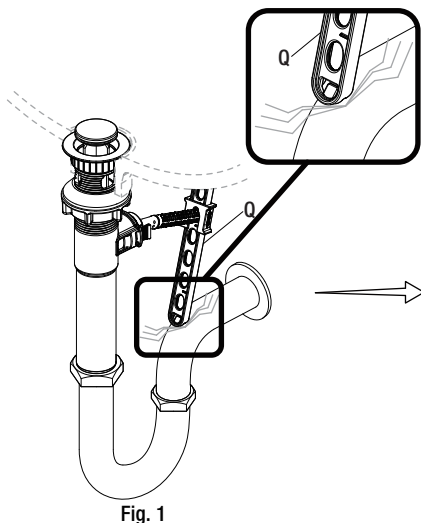

Fig. 1
- Si la sangle de la tige de levage de l'évacuation mécanique (Q) gêne votre installation, comme illustré sur la Fig. 1, la sangle de la tige de levage (Q) peut être raccourcie.